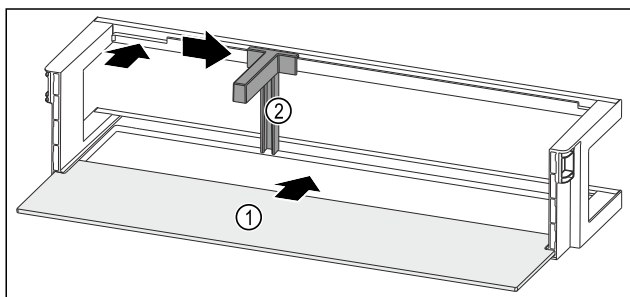

Fig. 85 Dørhylle med oppstillingsplass
- Skyv oppstillingsplassen *Fig. 85 (1)* inn i fordypningene på sidene.
- Sett inn flaskeholderen *Fig. 85 (2)* i fordypningen.
- Skyv flaskeholderen *Fig. 85 (2)* i ønsket posisjon til side.